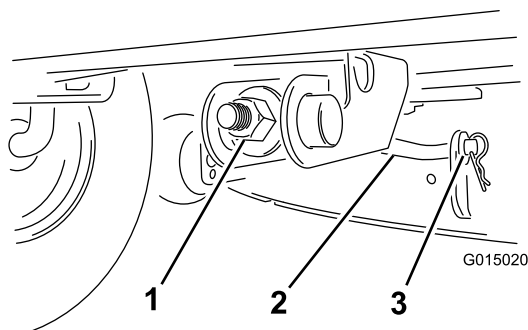

Bild 40
8. Drehen Sie für das Einstellen der Schnittmesserneigung in Längsrichtung die Einstellmutter vorne am Mähwerk (Bild 40).